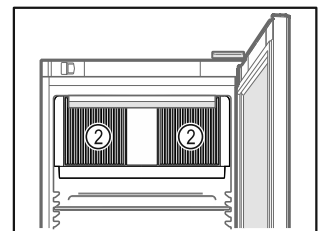

Fig. 57
- ❑ Ikke tildekk lufteåpningen *Fig. 57 (2)* til omluftviften inne i apparatet.